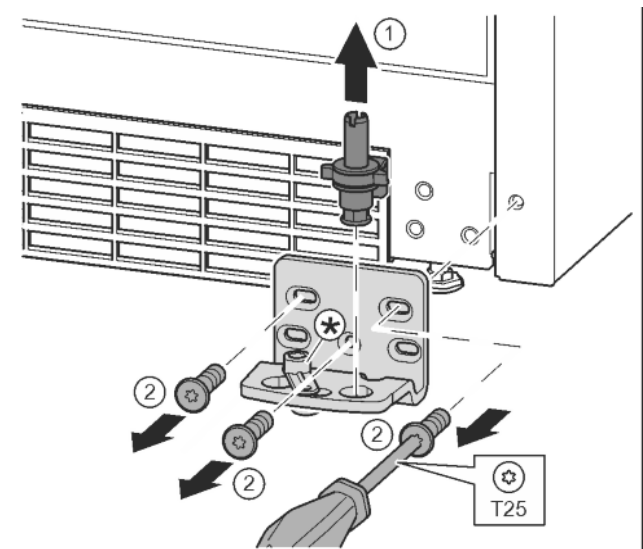

Fig. 12
- ▶ Sortir complètement l'axe de palier par le haut. *Fig. 12 (1)*
- ▶ Desserrer les vis avec le tournevis T25 et enlever le support de palier. *Fig. 12 (2)*